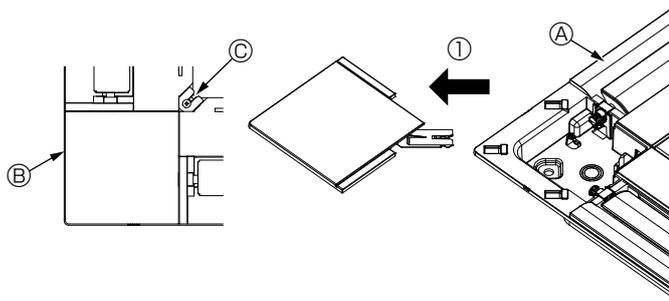

Fig. 10-4
10.2.2. Снятие угловой панели (Fig. 10-4)
• Ослабьте винт в углу угловой панели. Сдвиньте угловую панель, как показано стрелкой ①, чтобы снять ее.